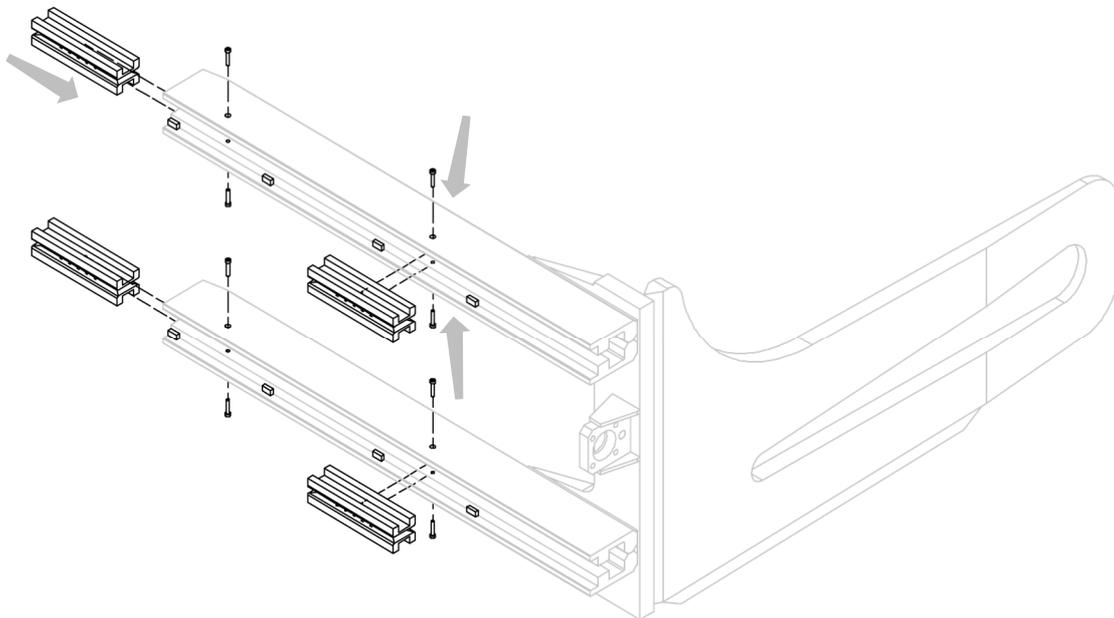
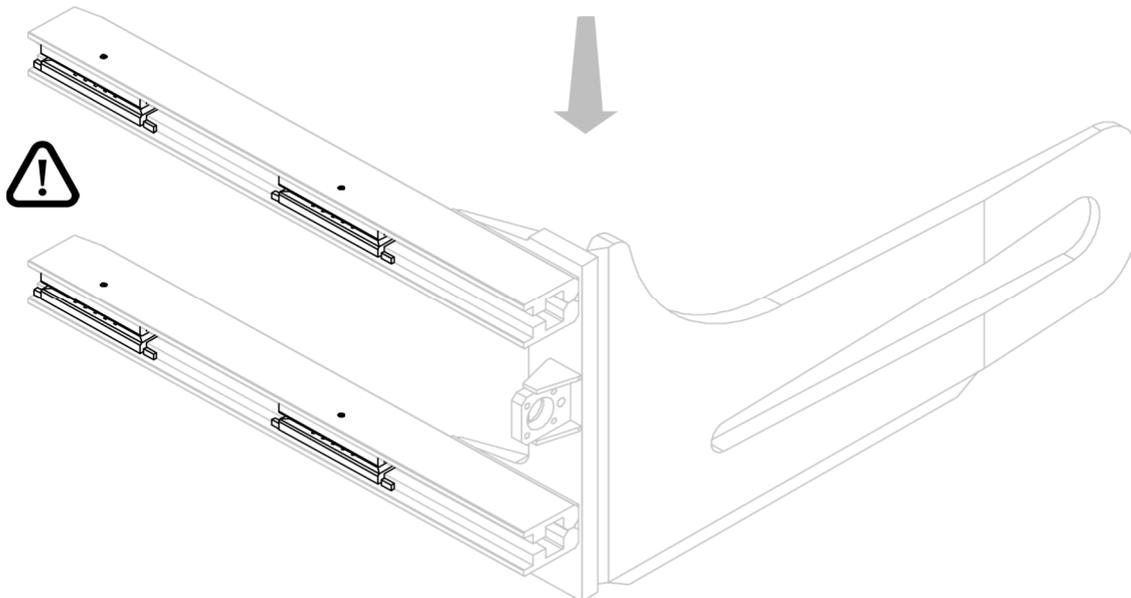

Abbildung 5
Abbildung 6
2. Installieren Sie die Gleitbuchsen an den entsprechenden Stellen der Gabeln, positionieren Sie sie korrekt zwischen den Verriegelungsblöcken und ziehen Sie die entsprechenden Feststellschrauben an (siehe *Abbildung 5* und *Abbildung 6*).